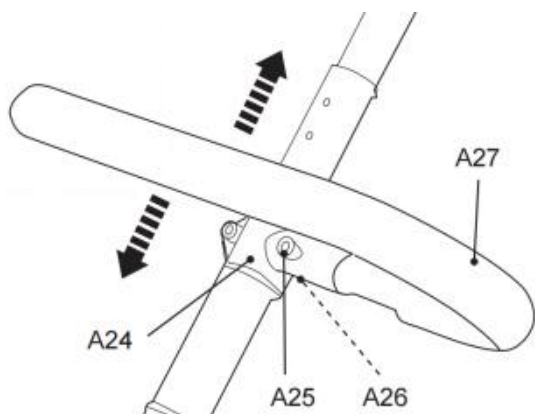

Fig. 35
2. Far scorrere la staffa (A24) verso l'alto o verso il basso in una delle tre posizioni finché i fori di montaggio non sono allineati (Fig. 35).